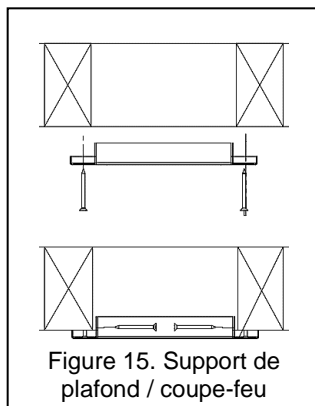

Figure 15. Support de plafond / coupe-feu
1. Coupez et encadrez une ouverture de 7" x 7" à l'endroit où passera la longueur (L).
2. Faites une marque sur la longueur (L) qui traverse le support à l'endroit où il rencontre la plaque du support. C'est là que le collet du support de plafond / coupe-feu (FS) sera installé. Retirez la longueur du collet de support pour procéder à l'installation.
3. Préassemblez le collet de support, comme la montre la Figure 15. Installez le collet sur la longueur (L) qui passera à travers le support et serrez le boulon de blocage vis-à-vis votre marque. Fixez le collet à la longueur (L).
4. Installez le support de plafond / coupe-feu (FS) dans le plafond en la vissant à travers les quatre trous du coupe-feu. Ne pas trop serrer les vis. Le bord surélevé du coupe-feu sert d'entretoise et ne doit pas être écrasé.
7. Installez les plaques coupe-feu (FSP) tel que décrit à la page 16 en les vissant sur la plaque inférieure du support de plafond / coupe-feu (FS).